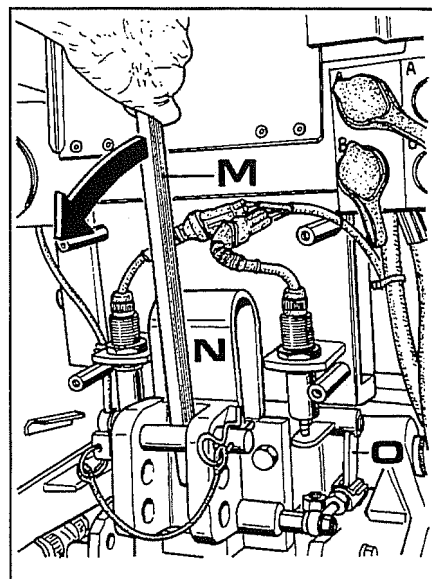

Fig. 53
- Introduzir uma alavanca (**M** fig.53) atrás da ligação do 3º ponto e agir no sentido indicado pela flecha. Procedendo deste modo acciona-se a mola **N** suporte ligação e, por reacção dos mecanismos (**O**) produz-se um abaixamento da lâmina de apoio da ponteira do sensor esforço controlado. A este ponto o levantador deveria começar a levantar-se, e portanto deixando a alavanca o levantador deveria descer novamente.